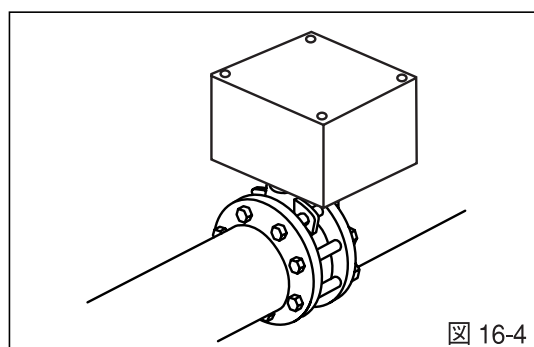

図 16-4
- 駆動部やバルブに直接腐食性の液体がかかる場合には防護カバー等を取り付け、保護してください。（図16-4）